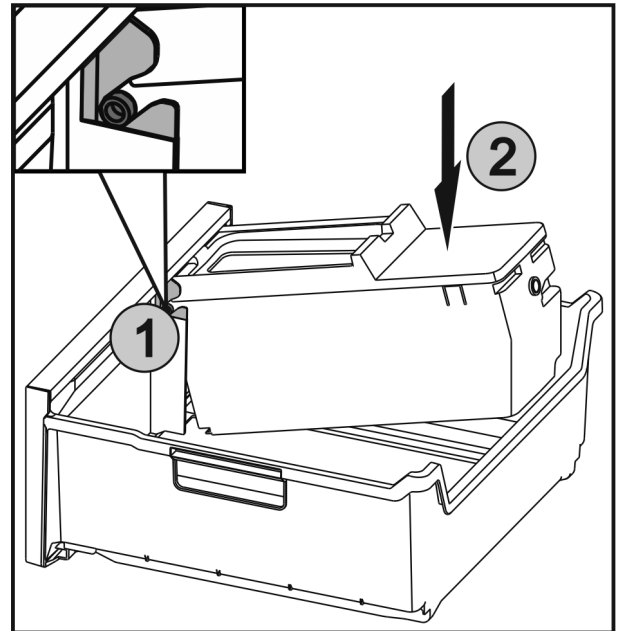

Fig. 54
- ▶ Introducir los ejes Fig. 54 (1) del EasyTwist-Ice en las guías y presionar la parte posterior Fig. 54 (2) hasta que encaje la lengüeta.